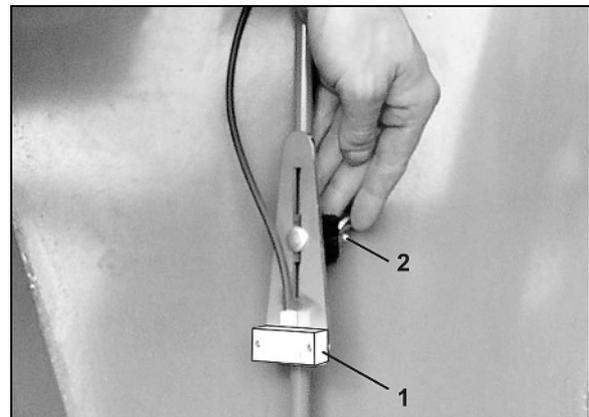

Fig. 38
3. Flügelmutter (Fig. 38/2) lösen.
4. Die Höhenlage des Füllstandssensor (Fig. 38/1) entsprechend der gewünschten Saatgutrestmenge einstellen.
5. Flügelmutter (Fig. 38/2) festziehen.
Den Füllstandssensor nur wie in Figur (Fig. 38) montieren!